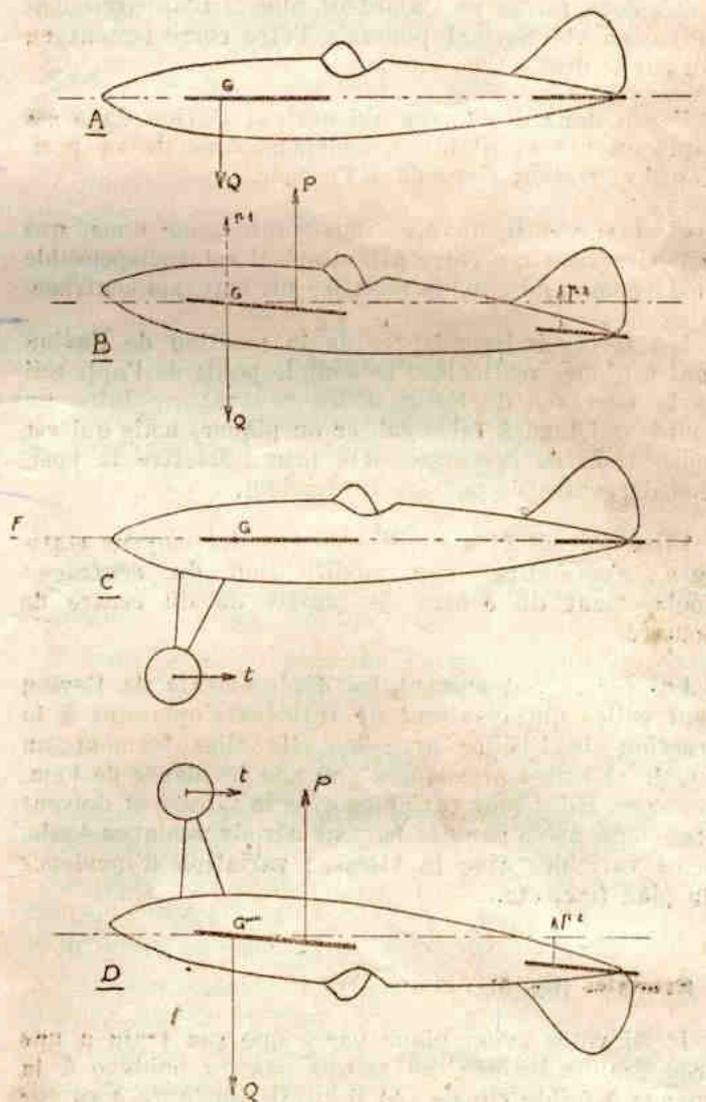

FIG. 8. — Causes de mauvais centrage.
biconvexe et de caler tout à zéro, le centre de gravité étant placé au quart avant de l'aile (fig. 8). Mais à 0°, une aile biconvexe symétrique a une portance nulle (A). Pour que notre avion vole, il faudra que cette aile prenne une incidence positive (B) ; sa portance P_1 pourra alors équilibrer le poids Q de l'avion.